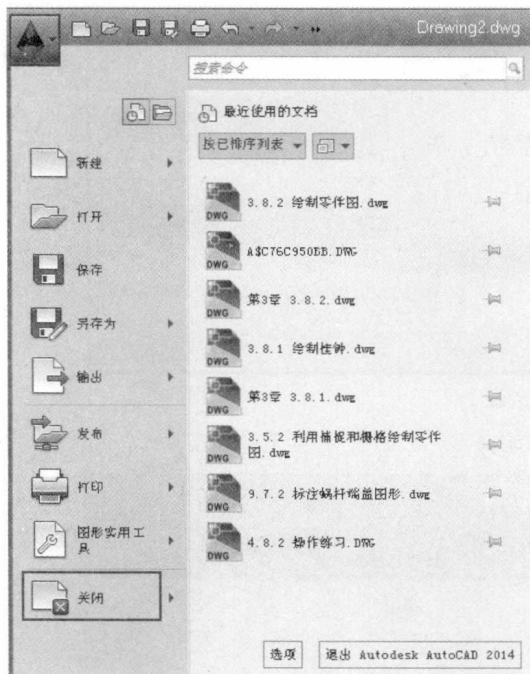

图1-5 选择应用程序中的【关闭】选项退出软件
- ★ 应用程序：在应用程序中选择【关闭】选项，如图1-5所示。